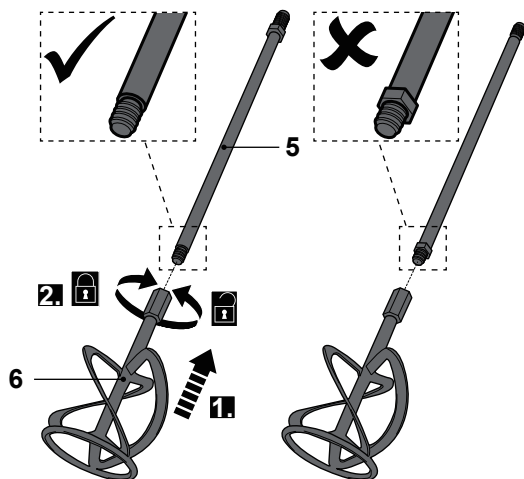

Fig. 1
>Alinhar a palheta misturadora (6) com o eixo (5). Aparafusar a palheta misturadora (6) no sentido dos ponteiros do relógio na extremidade inferior do eixo (5) (Fig. 1).